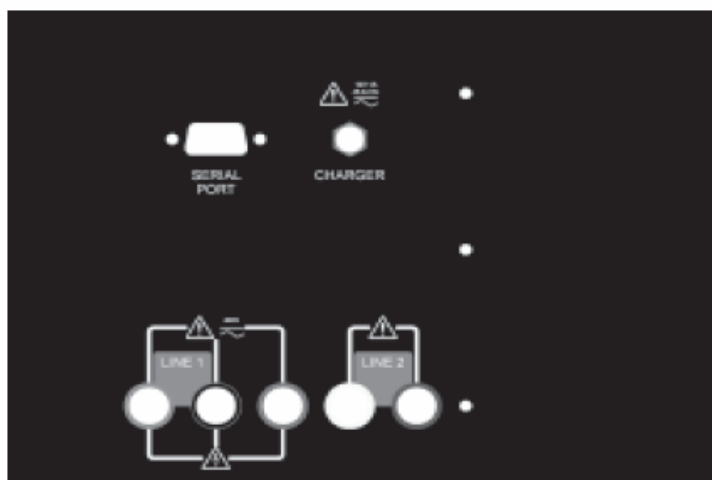

Рисунок 4 - Задняя панель прибора.
Гнезда для подключения пробников, последовательный порт и разъем зарядного устройства находятся на задней панели прибора (рисунок 4).
2.3 Описание задней панели прибора (рисунок 4)